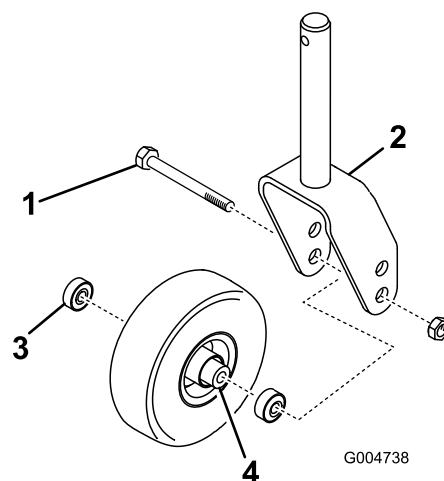
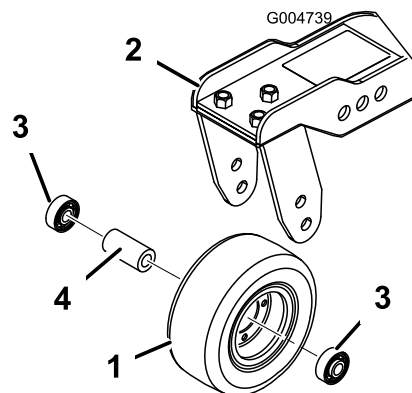

Figura 108
Figura 109
1. Retire a porca de bloqueio do parafuso que fixa a estrutura da roda giratória entre a forquilha da roda giratória (Figura 108) ou o braço articulado da roda giratória (Figura 109). Fixe a roda giratória e retire o parafuso da forquilha ou do braço articulado.
2. Retire o rolamento do cubo da roda e deixe cair o espaçador do rolamento para fora (Figura 108 e Figura 109). Retire o rolamento do lado oposto ao do cubo da roda.